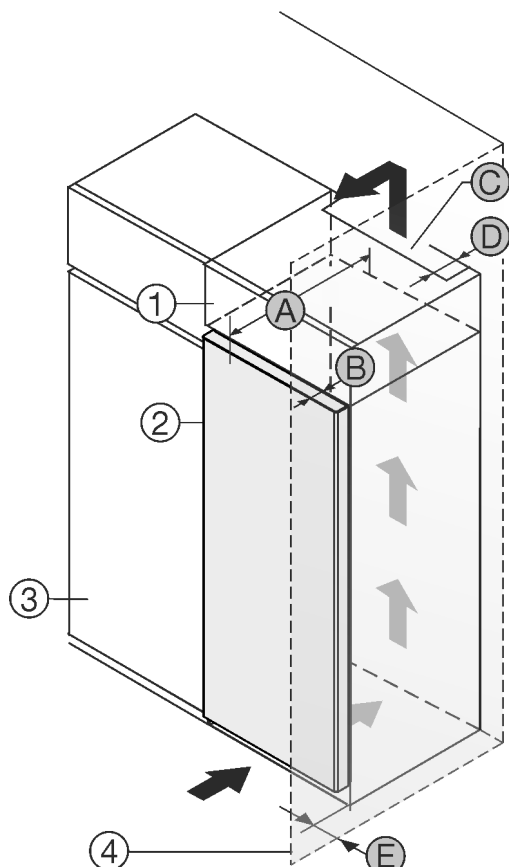

Fig. 1
Colocar el aparato directamente al lado del armario de cocina Fig. 1 (3).\*
Colocar el aparato con una distancia de 5 cm entre el aparato y el armario de cocina Fig. 1 (3).\*
En la parte trasera del armario superior debe haber una cámara de salida de aire con una profundidad Fig. 1 (D) que abarque toda la anchura del armario.\*
Bajo el techo de la estancia debe mantenerse la sección transversal de ventilación Fig. 1 (C).\*
Si el aparato se instala con las bisagras junto a una pared Fig. 1 (4), la distancia entre el aparato y la pared debe ser de como mínimo 40 mm. Esto equivale al saliente del tirador con la puerta abierta.\*